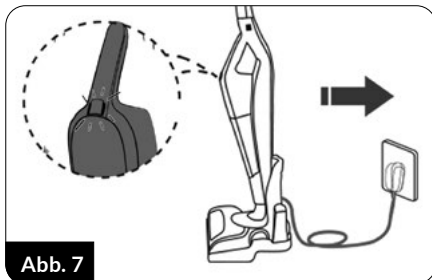

Abb. 7
2. Den korrekt montierten Staubsauger (Hauptgriff und Elektrobürste) auf der Dockstation anbringen (Abb. 7). Das Ladegerät an den Strom anschließen.